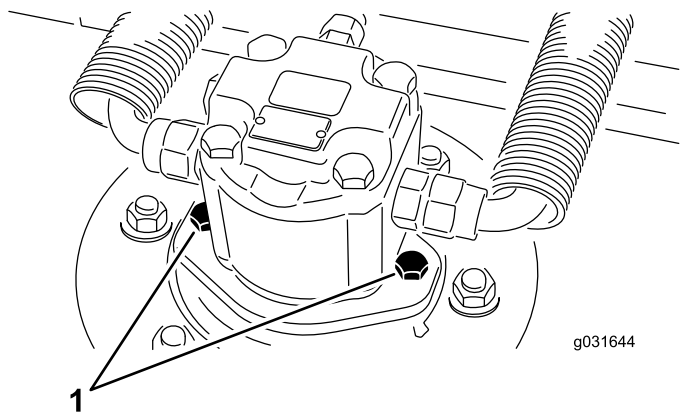

図 67
2. 油圧モータ取り付けねじを外して、デッキから油圧モータを外す 図 67。
4. 油圧モータ取り付けねじで、デッキに油圧モータを取り付ける 図 67。